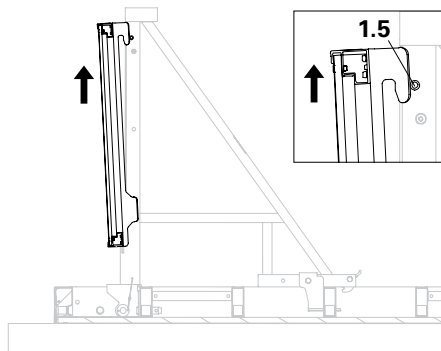

Fig. A4.05
3. Soulever le platelage MXK par-dessus l'axe de retenue (1.5). (Fig. A4.05)